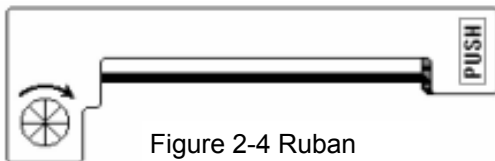

Figure 2-4 Ruban
- 2 Appuyez sur la zone marquée 'Push' sur le ruban encreur pour le soulever (reférez vous à la figure 2-4) et retirer le ruban encreur